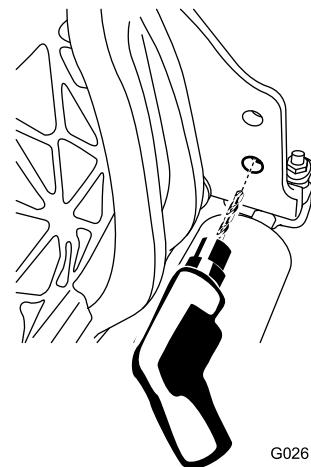

図 14
- カッティングユニット右側の下穴を、9mmのドリルで拡大する **図 14**。